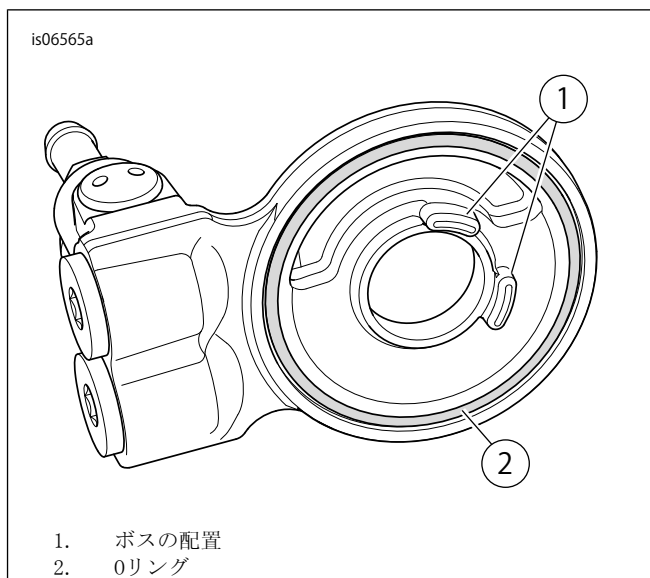

図3. オイルクーラーアダプター
3. 図3を参照してください。オイルクーラーアダプター上のポジショニングボス(1)をオイルフィルターアダプターに合わせます。